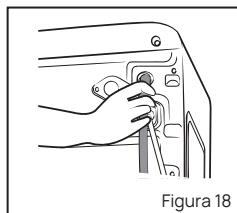

Figura 18
- Desenrosque la manguera de entrada de agua en la parte posterior del lavarropas. Ver figura 18.